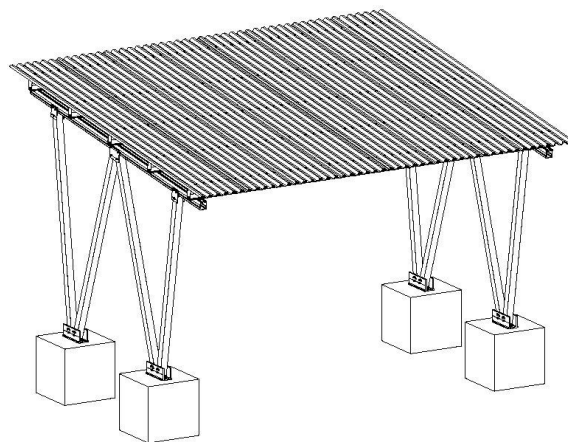

Abbildung 19
**Hinweis: Das letzte Trapezblech wird über zwei Dachspitzen mit dem vorherigen Trapezblech überlappt und mit den Sechskantblechschrauben fixiert. Abbildung 19 zeigt das fertig installierte Trapezblechdach.**